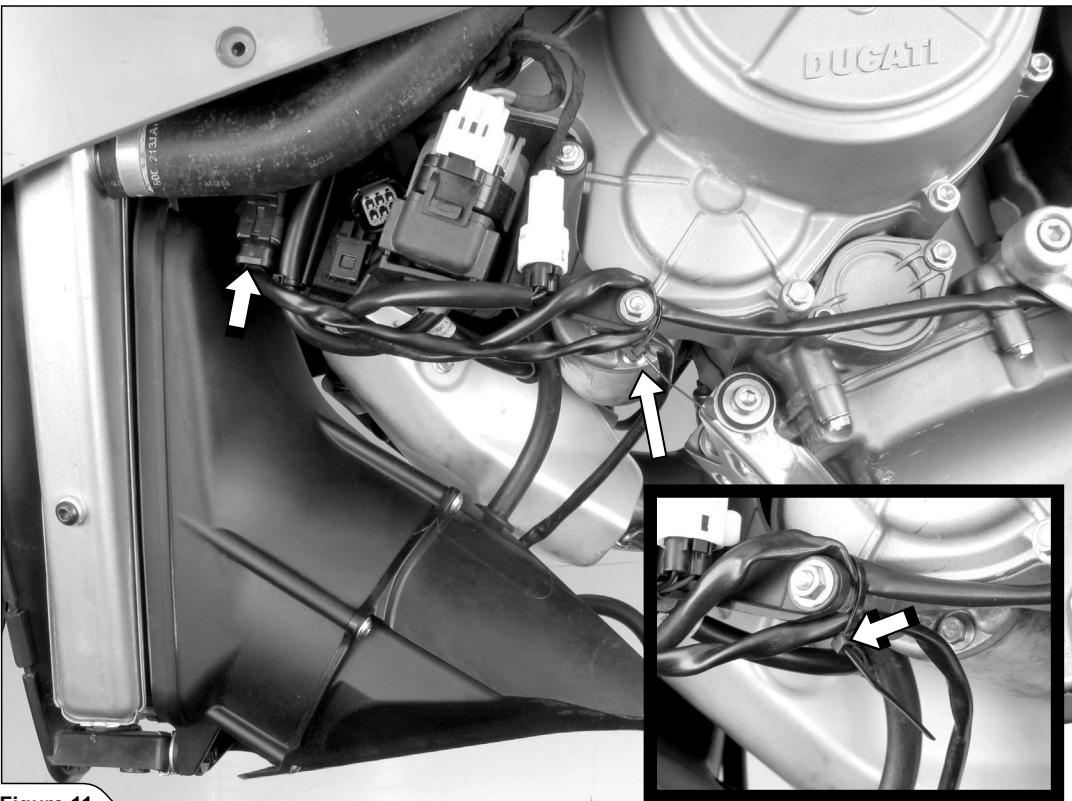

Figure 11
7. Relier de nouveau le connecteur du ventilateur de refroidissement et fixer les câbles électriques comme indiqué, en utilisant le collier serre-flex compris dans le kit d'installation Akrapovič (Figure 11).
7. Den Verbinder des Kühlüfterrads wieder anschließen und die elektrischen Kabel wie angegeben mit dem im Installationskit Akrapovič enthaltenen Kabelbinder befestigen (Figure 11).